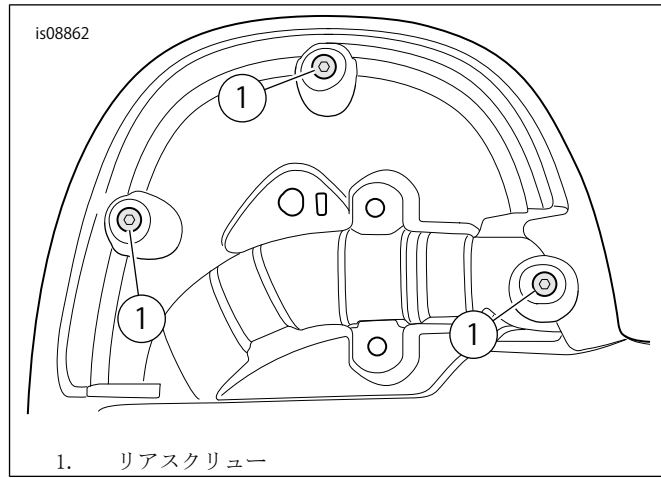

図1。リアスクリー
1. 図1を参照してください。片方のフェアリング後方からリアスクリー(1)を取り外します。